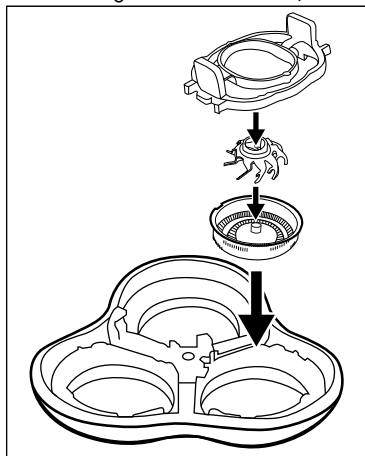

Fig. 4
- 4) Riasssemblare l'unità di taglio **2**. A tale scopo utilizzare come ausilio la seguente illustrazione (vedere fig. 4).